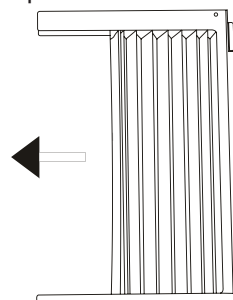

Fig.1
A. Ponga la unidad en el suelo, un banco o una mesa. Sujete el panel de acordeón en una mano y suavemente tire hacia atrás el centro para sacarla fuera. Consulte Fig. 1.